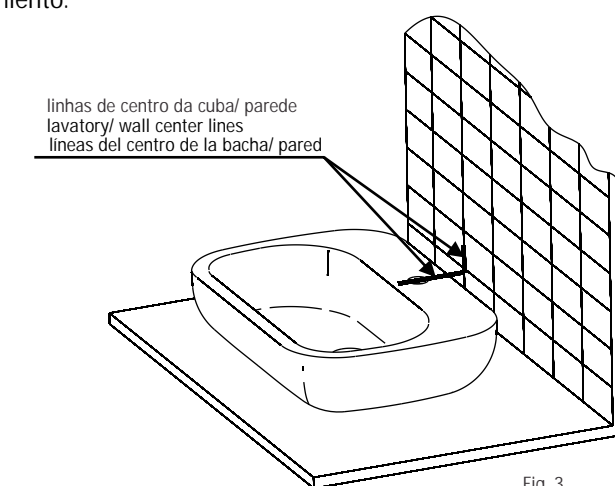

Fig. 3
- Aplicar adesivo silicone nas faces de contato entre a cuba e o tampo, pressioná-la contra o tampo, fazendo coincidir as linhas de centro da cuba e parede, fig. 3.
Apply silicone adhesive onto the lavatory/countertop contact faces, press the lavatory against the countertop, aligning the lavatory/wall centers line, according to fig.3.
Aplicar cola adhesiva de silicona en la bacha apretando contra la tapa, haciendo coincidir las líneas del centro de la bacha y de al pared de acuerdo a la fig.3.